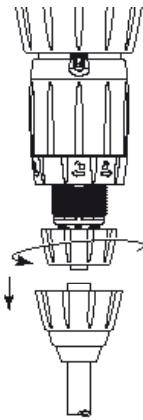

Fig. 16
- Svitare e rimuovere il dado che mantiene la valvola di aspirazione (**Fig. 16**), smontare quest'ultimo, poi risciacquare abbondantemente con acqua pulita le diverse parti.